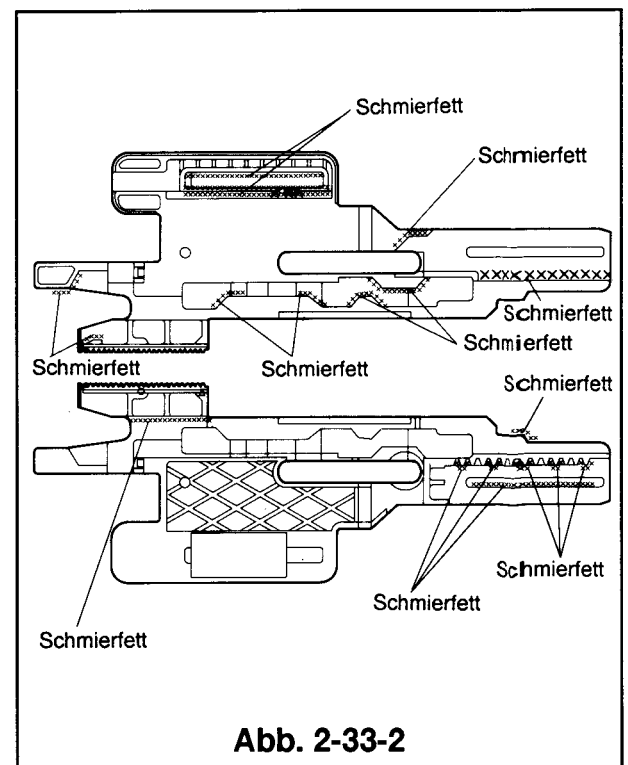

Abb. 2-33-2
- ① Schmierfett (G)[859D055O50] im in Abb.2-33-2 gezeigten Bereich der neuen Nockenplatte B auftragen.